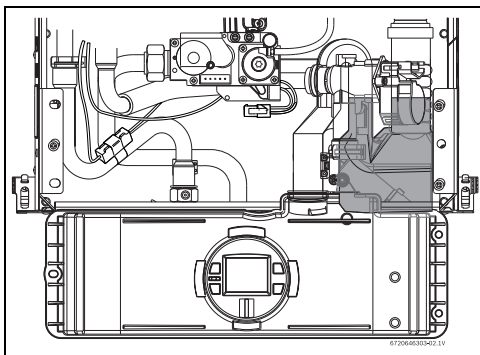

Рис. 63
- ▶ Установите блок управления в положение для обслуживания, введя его язычки в отверстия в нижней горизонтальной стальной пластине (см. Рис. 63 ).
- ▶ Проверьте уровень воды в устройстве для сбора конденсата (см. Рис. 63 ).